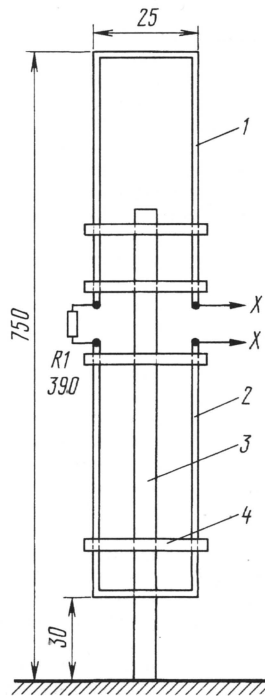

Рис. 4
При общей высоте около 7,5 м (см. рис. 4) эта антенна обеспечивает работу в полосе 14...30 МГц, т. е. на всех пяти высокочастотных КВ диапазонах. Излучатель (разрезной петлевой вибратор) выполнен из двух идентичных половинок (1 и 2). Они изготовлены из дюралюминиевых труб диаметром 25 мм с толщиной стенок 1 мм. Отдельные отрезки труб, образующие излучатель, соединены между собой дюралюминиевыми втулками (на рис. 4 не показаны). На свободно стоящей деревянной мачте (3) высотой 4,5 м излучатель закреплен с помощью поперечин: двух — для верхней половины излучателя и двух-трех — для нижней.
Нагрузочный резистор R1 должен иметь мощность рассеивания, составляющую примерно одну треть от выходной мощности передатчика. Приведенный на рис. 4 номинал этого резистора обеспечивает входное сопротивление антенны 300 Ом, поэтому для ее питания через коаксиальный кабель с волновым сопротивлением 75 Ом необходим широкополосный симметрирующий трансформатор с коэффициентом трансформации 1:4. Если использовать кабель с волновым сопротивлением 50 Ом, то коэффициент трансформации должен быть 1:6. При использовании резистора с сопротивлением 500 Ом входное сопротивление антенны будет около 450 Ом, поэтому для питания ее коаксиальным кабелем с волновым сопротивлением 50 Ом потребуется симметрирующий трансформатор с коэффициентом трансформации 1:9.